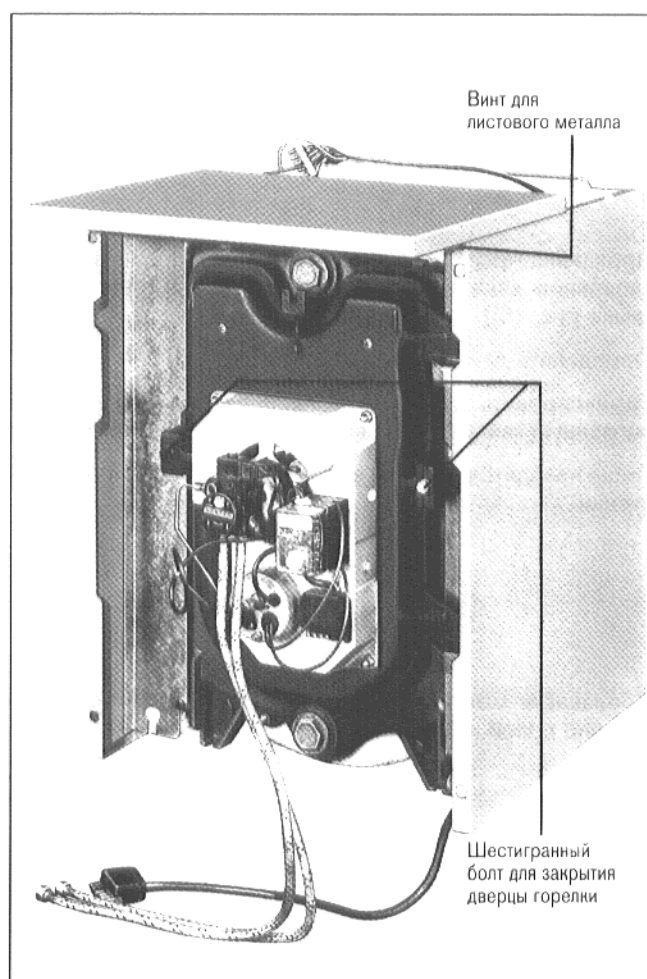
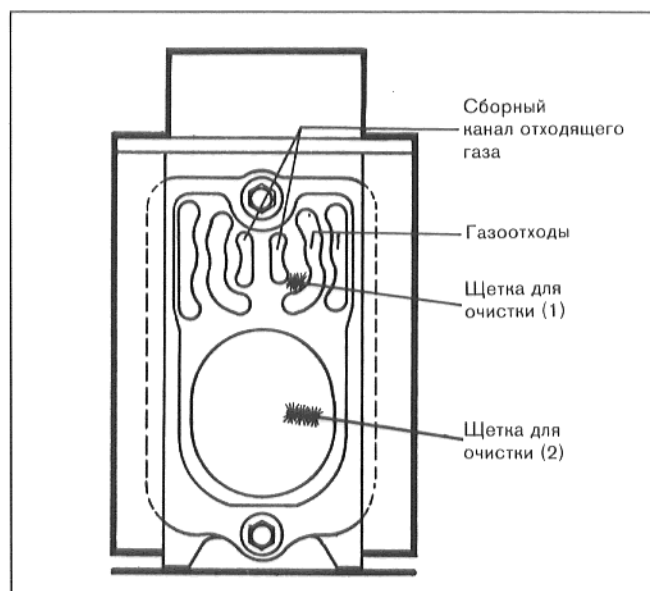

Рис. 20
Рис. 29
Равномерно затянуть шестигранные болты (рис. 20).
Передний кожух (рис. 20)
Открыть дверцу горелки, вывинтив предварительно шестигранные болты слева и справа у дверцы горелки (рис. 20). Произвести, при помощи щетки для очистки (1) боковые газоходы и центральный канал дымосборника. Очистка производится горизонтальными и вращательными движениями (рис. 29).
Очистить, при помощи щетки (2), камеру сгорания (рис. 29).